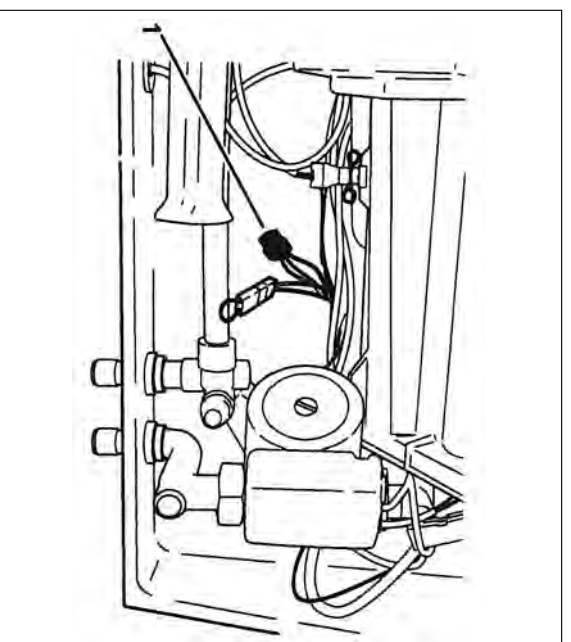

Fig. 17
- La caldaia è già predisposta con il relativo collegamento elettrico per comandare una eventuale valvola a tre vie a 24 VAC (Fig. 17).